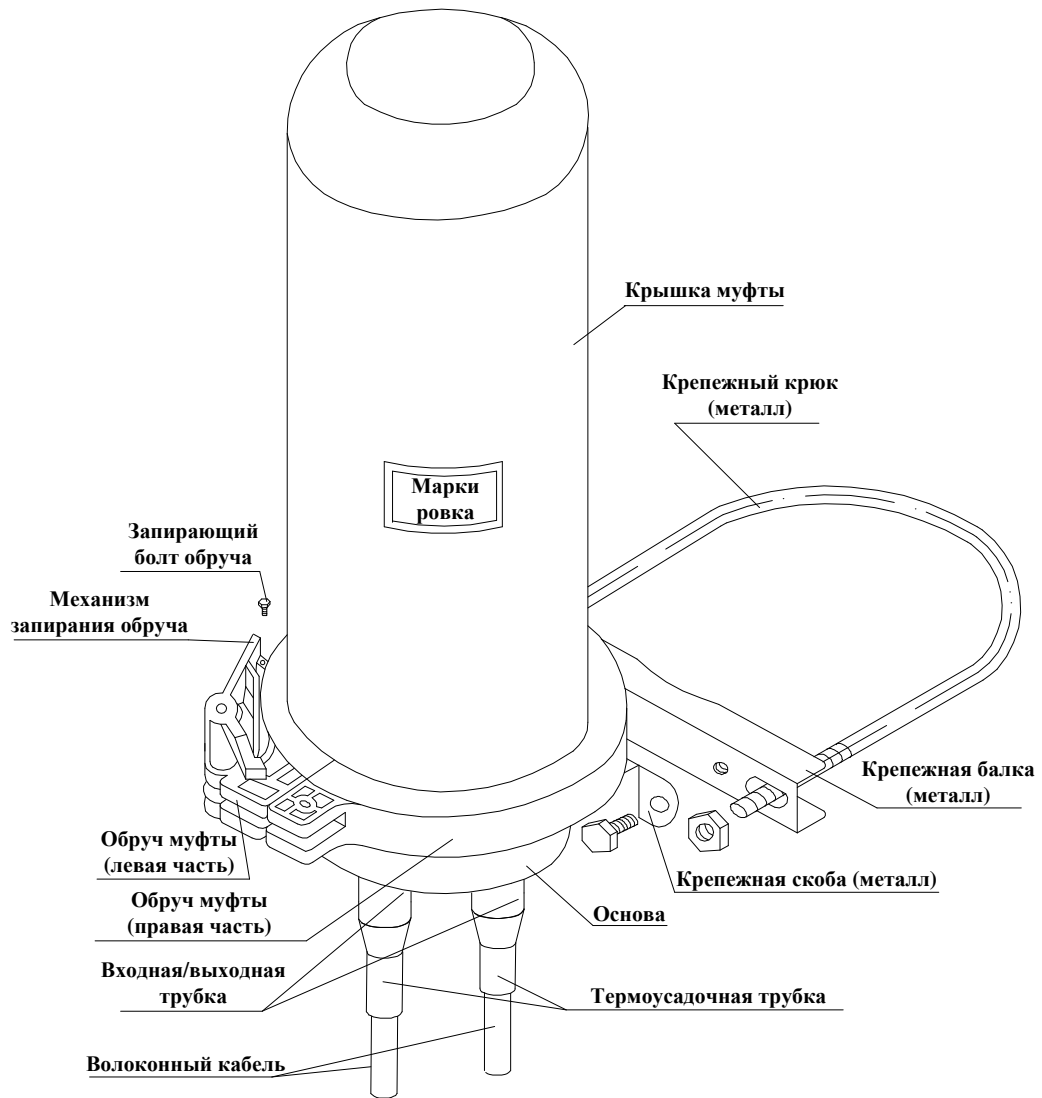

Рисунок 8
- ① При воздушной протяжке: закрепите металлический обруч и рейку на столбе (или другой опоре). Следуйте указаниям рисунка 8.
- ② При монтаже на стенах зданий: закрепите крепежную скобу на стену, используя крепежные болты. (Металлический обруч в этом случае не нужен).
- ③ При подземной прокладке: металлический обруч не нужен.
- 6.9.15 Смотрите рисунок 8.